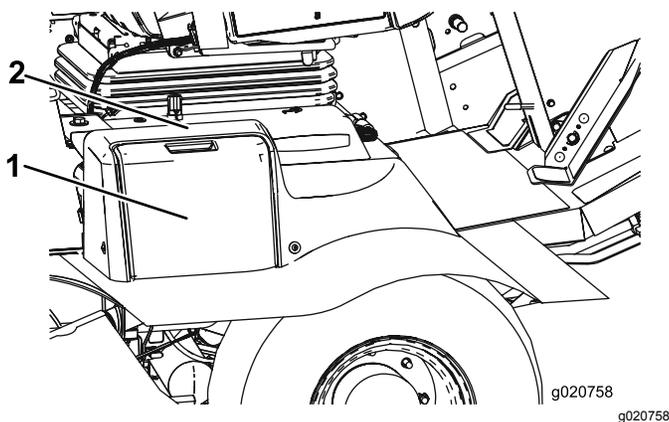

Figura 51
1. Abra la tapa de la batería (Figura 51), situada en el lado de la cubierta.
**Nota:** Presione hacia abajo sobre la superficie plana situada encima de la tapa de la batería para facilitar la apertura de la tapa (Figura 51).